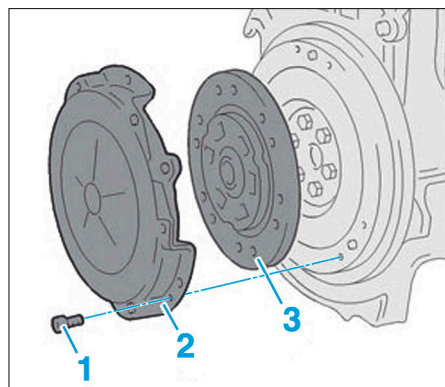

FIG. 1
- Déposer (Fig.1) :
- les vis (1),
- le mécanisme d'embrayage (2),
- le disque d'embrayage (3).